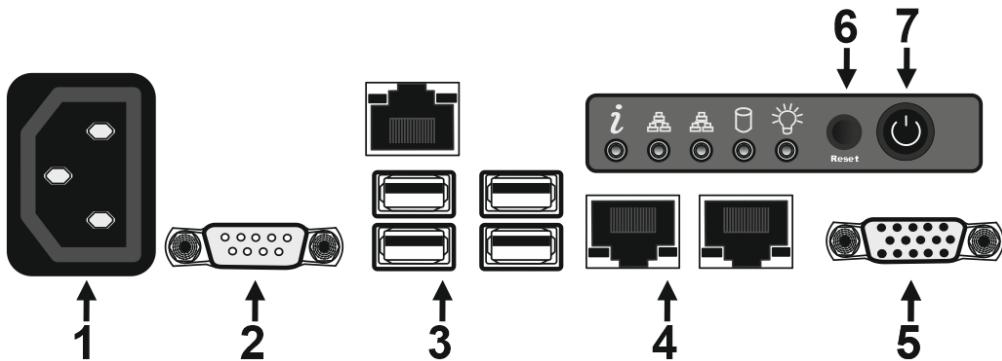

Рисунок 2. Назначение элементов системного блока.
2.4 Назначение элементов системного блока представлено на рис.2.